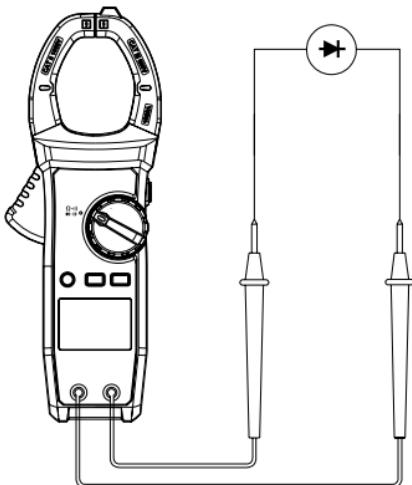

Рис.9 Проверка диода
- 2) Установите переключатель на $\downarrow\uparrow$, нажмите SELECT, для выбора режима проверки диода $\blacktriangleright\leftarrow$. Подсоедините щуп красного тестового провода к аноду (+) проверяемого диода, а чёрный – к его катоду (-) (см. рис. 9).